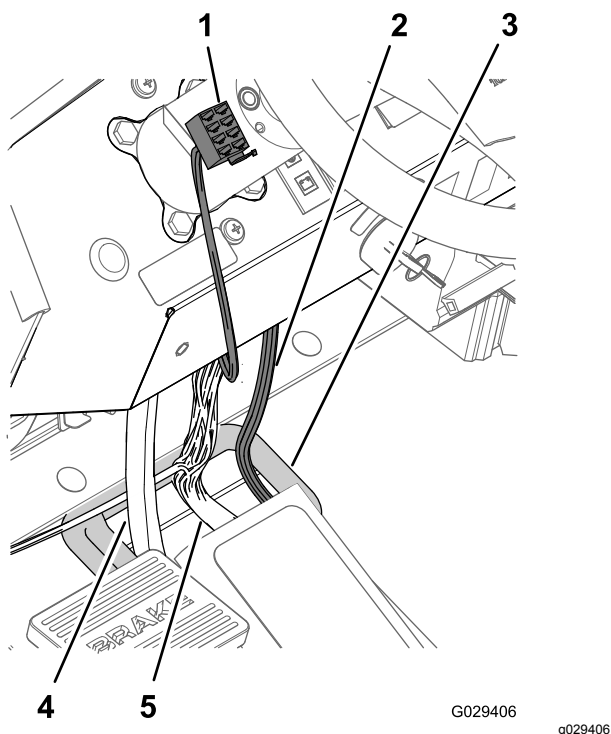

Figura 198
4. Disponete il connettore a 8 prese all'estremità della diramazione di 240 cm del cruscotto sul cruscotto e a sinistra dello piantone di sterzo (Figura 198).